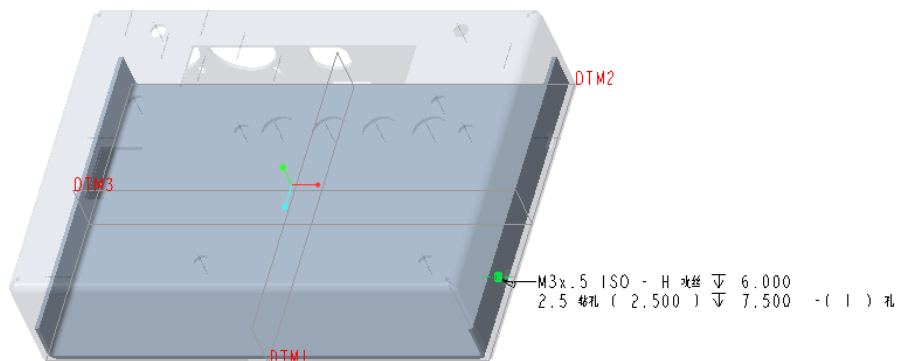

图 7-46 产品模型效果
(5) 在“孔”选项卡的“注解”面板中，默认勾选“添加注解”复选框。最后在“孔”选项卡中单击  (完成) 按钮。此时，产品模型效果如图 7-46 所示，图中显示了孔注解。